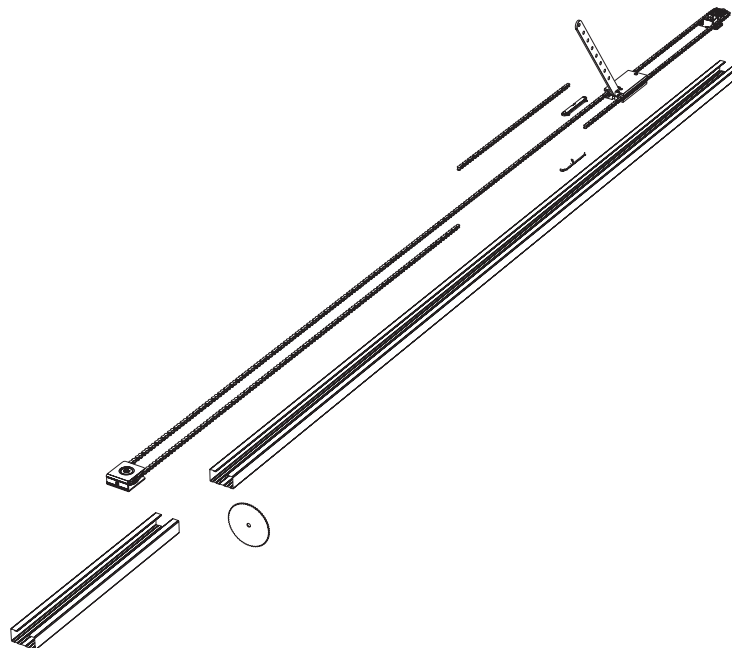

Рисунок 5
6. Выполните подрезку направляющей и укоротите цепь до необходимых размеров (рисунок 5).